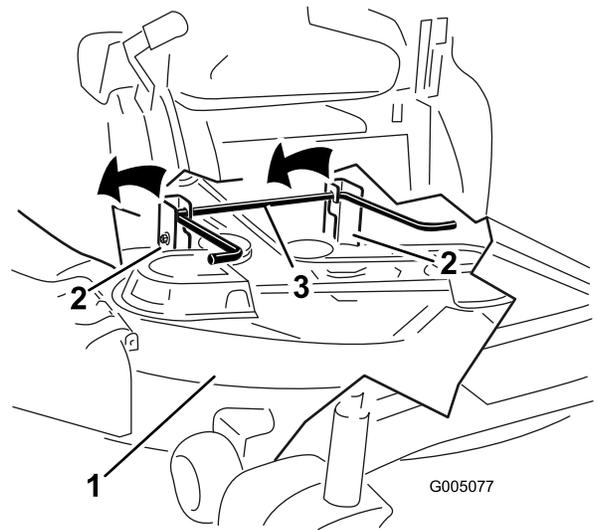
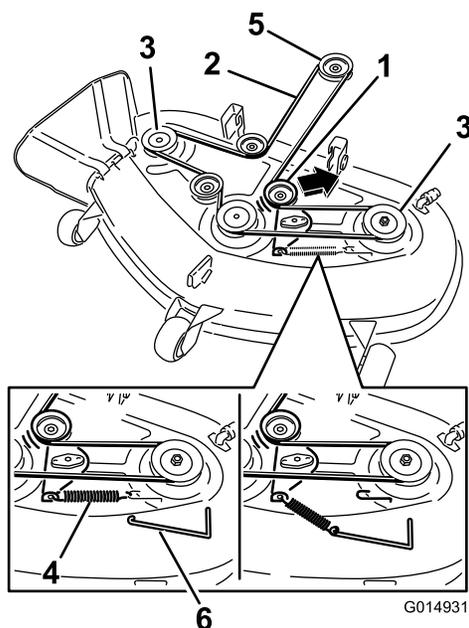
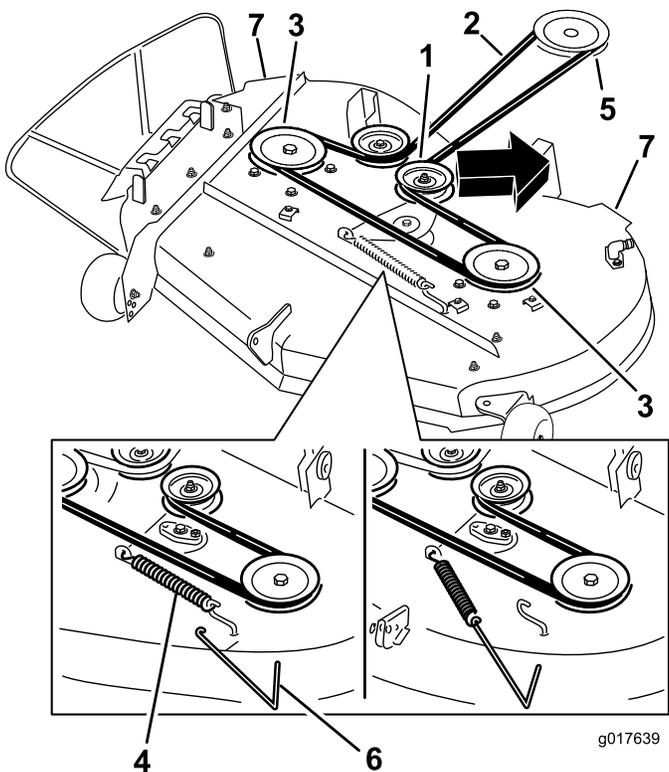

図 58
図 61
図 60
5. 刈り込みデッキハンドルを使ってデッキとハンガーブラケットを持ち上げて後部昇降ロッドをかわし、ふたたび注意深くデッキを床面に降ろす **図 58** と **図 60**。
5. スプリング取り外し工具Toro P/N 92-5771を用いて、デッキのフックからアイドラスプリングを取り外してスプリングのテンションをなくし、プーリからベルトを取り外す 図 60と 図 61。
6. エンジンプーリとデッキプーリに新しいベルトを掛け回す 図 60 と 図 61。
7. スプリング取り外し工具Toro P/N 92-5771を用いて、デッキのフックにアイドラスプリングを取り付けてスプリングにテンションを掛ける。これによりアイドラプーリとベルトが強く張る 図 60 と 図 61。
5. デッキ後部を持ち上げ、ハンガーブラケットを後部昇降ロッドに取り付ける 図 58。
5. ロッドスプリングアセンブリを、回転させてロッドの短い端部がデッキに溶接されている前ブラケットの裏側に来るようにする 図 58。